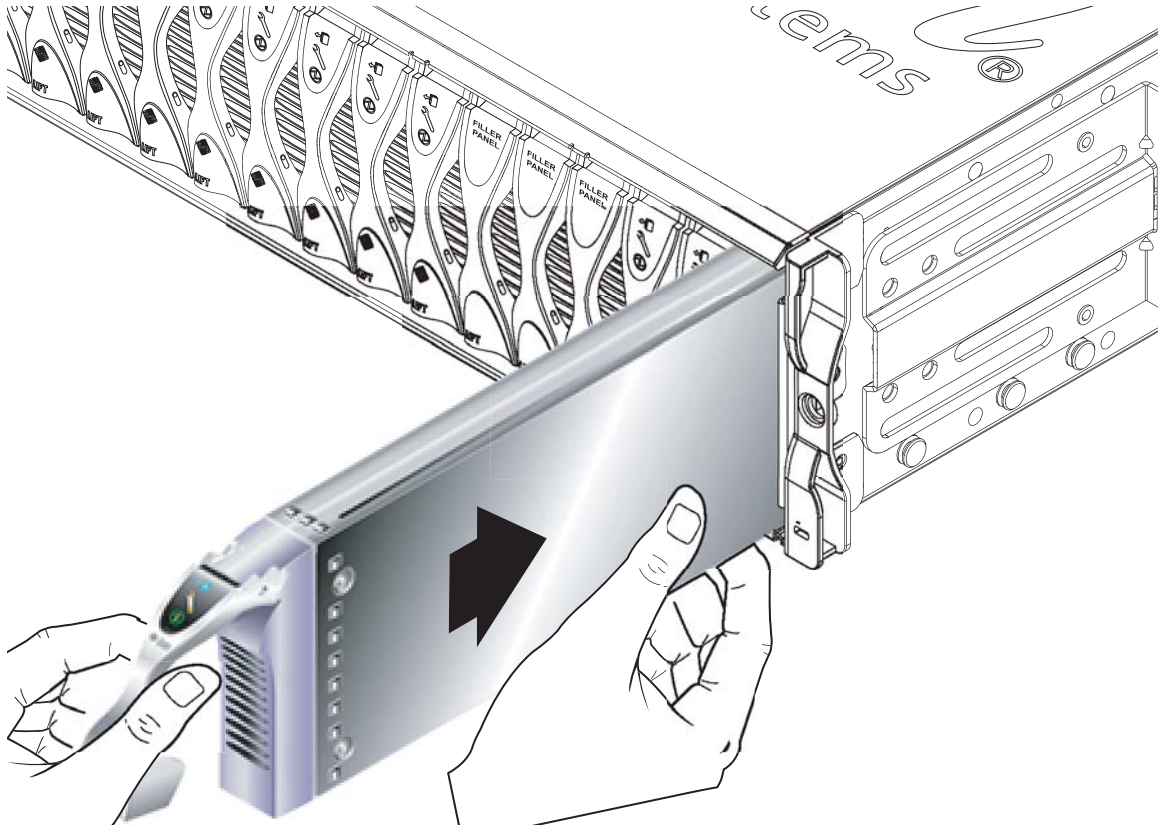

FIGURE 12-5 Alignement et insertion du serveur Blade
Vérifiez que le connecteur du serveur Blade fait face au châssis, le point d'articulation du mécanisme de levier orienté vers le haut. Tenez la partie inférieure du serveur Blade avec votre main libre tout en insérant le serveur dans le châssis (FIGURE 12-5).
4. Insérez le serveur Blade dans l'emplacement du châssis choisi (FIGURE 12-5).